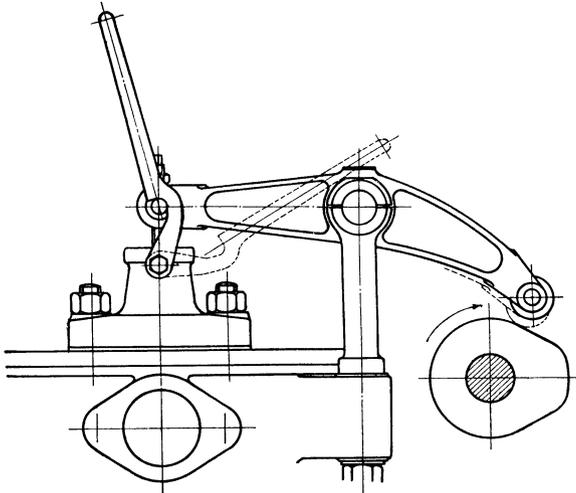

Fig. 40.
c. Der Entlüftungs-Schalthebel ist auszuschaftern (Fig. 40), da sonst die Luft, ohne Arbeit zu verrichten, entweicht. Anstatt eines derartigen Hebels kann auch das betr. Ventil exzentrisch beweglich gelagert sein; dann muß natürlich der Exzenter in Anlaßstellung gebracht werden.